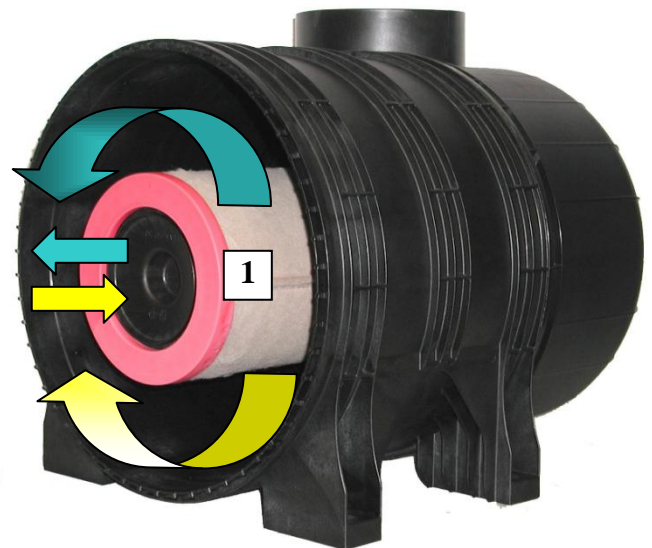

Fig. 8 Changement de l'élément secondaire
- Dévisser l'élément secondaire (1) dans le sens anti-horaire et l'extraire.
- Introduire un nouvel élément secondaire dans le sens horaire et serrer à la main (5 Nm) (voir Fig. 8).